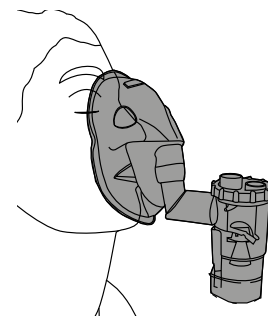

Bild 18
- Drücken Sie die Inhaliermaske/Halsmaske leicht auf Ihr Gesicht/Tracheostoma (Bild 18 - 19) und atmen Sie ruhig ein.